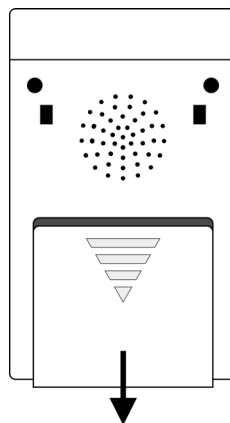

Abbildung 1: Batteriefach
- a) Auf der Rückseite befindet sich das Batteriefach, dessen Abdeckung kann zum Öffnen nach unten geschoben werden. (siehe Abb. 1).